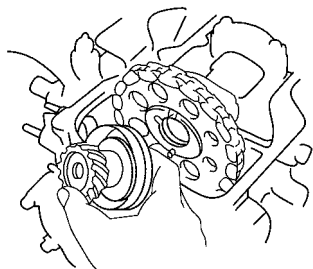

图 1-9 拆下驱动齿轮和凸轮
- 3) 拆下分电器驱动齿轮和输油泵驱动凸轮, 如图 1-9 所示。